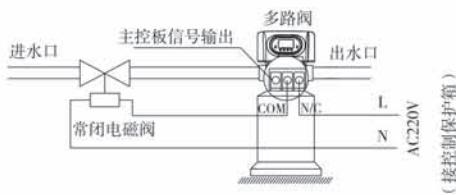
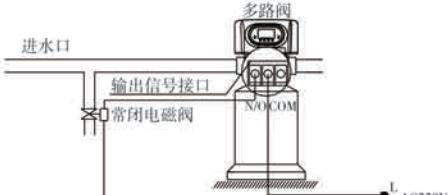

图3-2 控制进口电磁阀的接线图
图3-3 泄压端口的接线图
**应用说明:**当进水口压力高于0.6MPa时,在进水口接入电磁阀。输出控制模式设为b-02。在控制阀转换时进行泄压,其接线如图3-2所示。也可利用泄压端口泄压,如图3-3所示: